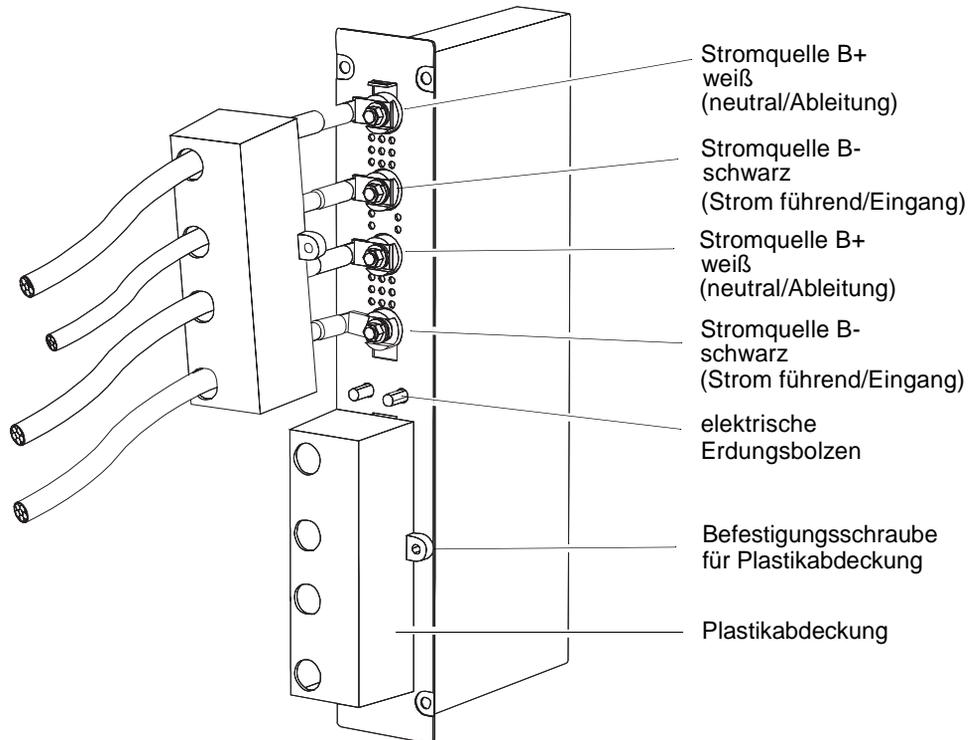

ABBILDUNG 1-21 Wechselstromeingangsgehäuse mit entfernter Abdeckung der Stromquelle B und freigelegten Stromanschlüssen
2. Entfernen Sie die Plastikabdeckungen des Wechselstromeingangsgehäuses (ABBILDUNG 1-21).
- e. Vergewissern Sie sich darüber hinaus, dass die elektrischen Erdungsbolzen mit jedem einzelnen Zuleitungspaar verbunden sind (ABBILDUNG 1-21).